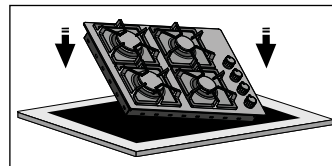

Figura 22
- Retire la superficie recortada y proceda a colocar la Estufa de empotrar sobre la mesa de instalación. Tenga en cuenta que el tablero de controles debe quedar sobre el lado derecho (Ver figura 22).